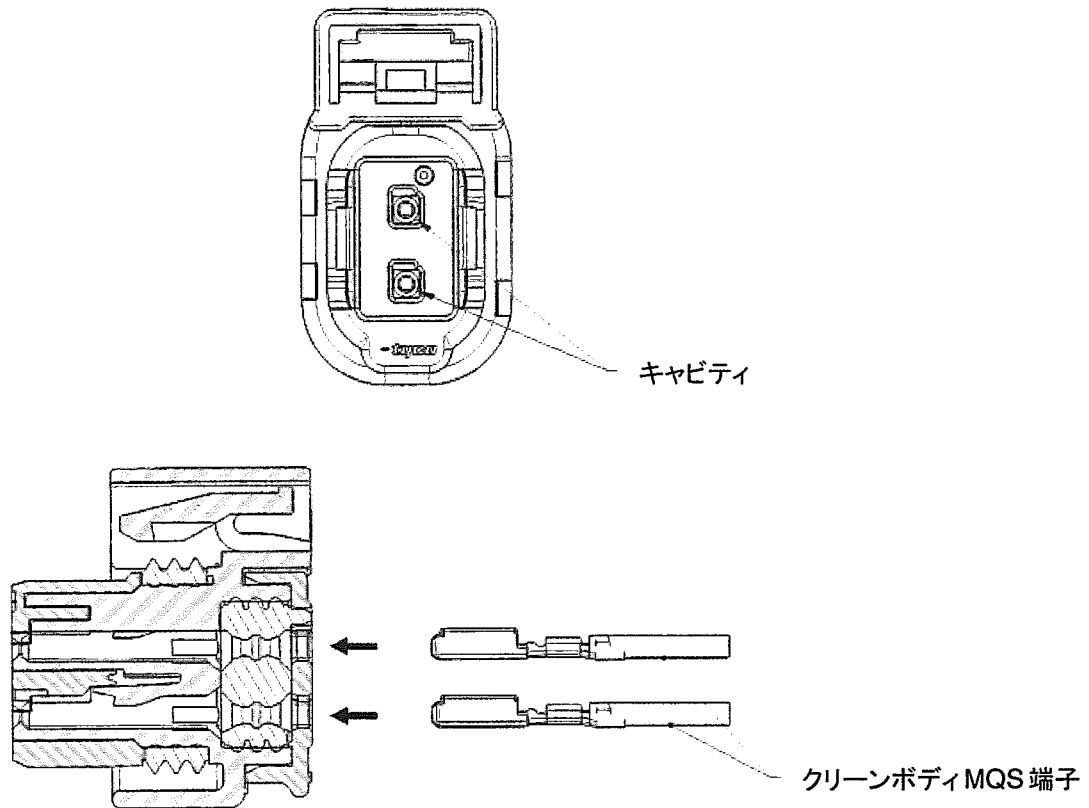

Fig.8
(2) Fig.8 のような向きにメス端子を指定のキャビティ(メス端子が収納される穴)に挿入します。ランス(端子ランス)が係止され、それ以上挿入できなければ完了です。